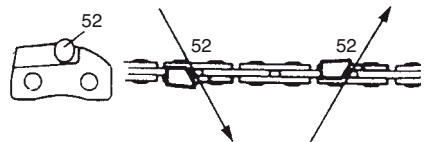

Fig. 41
Lime (52) la cuchilla en un lado de la cadena desde adentro hacia afuera. Lime sólo durante el desplazamiento hacia adelante. (Fig. 41)